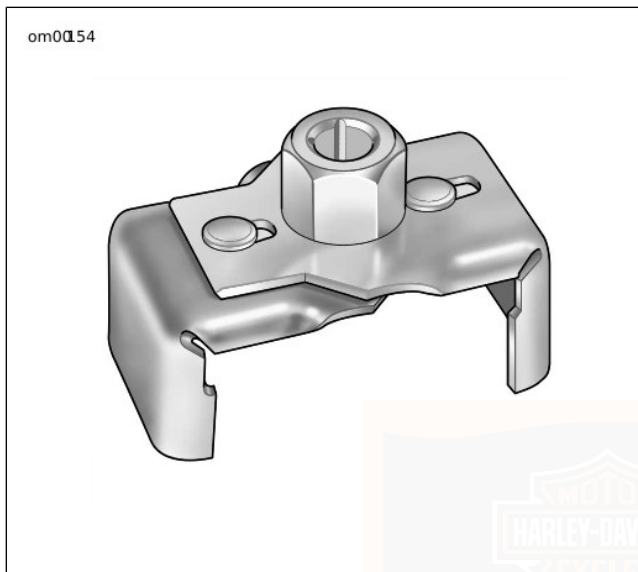

Abbildung 48. Ölfilterschlüssel (Teile-Nr. HD-42311)
5. Siehe Abbildung 48. Den Ölfilter mit dem ÖLFILTERSCHLÜSSEL (Teile-Nr. HD-42311 oder Teile-Nr. HD-44062) entfernen. Mit diesem Werkzeug kann der Ölfilter problemlos ausgebaut werden, ohne den Kurbelwellenstellungssensor oder das Kabel zu beschädigen.